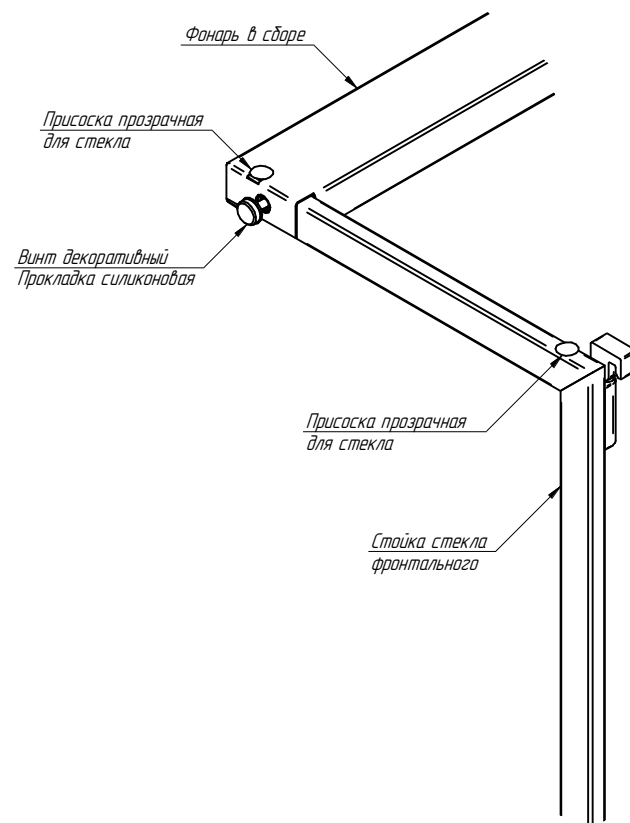

Рис.3 Схема установки фонаря на стойки
7. Под стекла верхние обязательно должны быть установлены прозрачные присоски показанные на рис.3